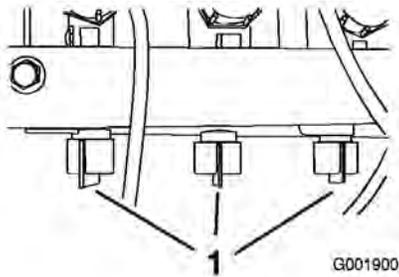

Figura 40
12. Ajuste la válvula de retorno del brazo que cerró (Figura 40), situada debajo de la válvula de control de ese brazo, hasta que la presión marcada en el indicador sea la misma que en el paso 9.